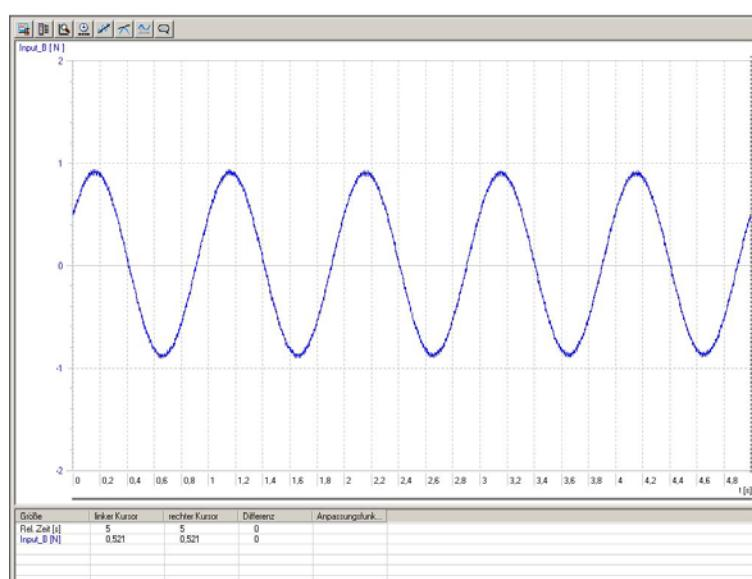

Fig. 2 Rappresentazione della schermata di un'oscillazione massa - molla debolmente smorzata in 3B NETlab™ (U11310)
- Avviare la registrazione della curva di misurazione in 3B NETlab™(Fig. 2).